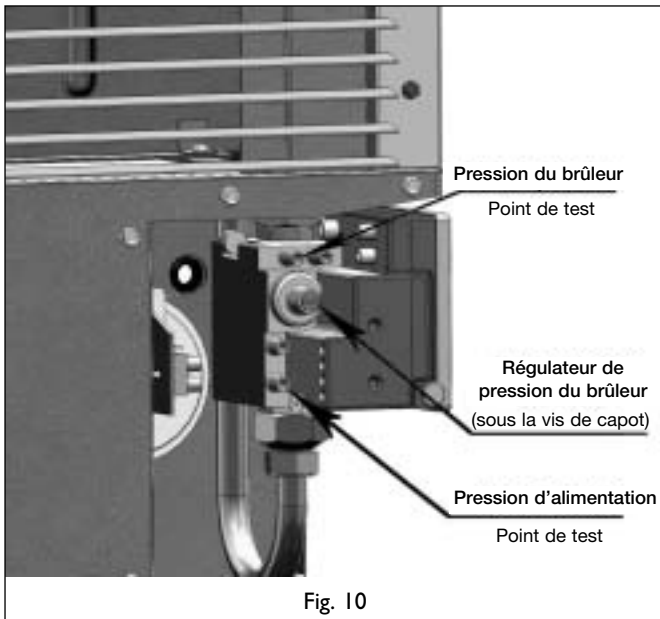

Fig. 10
- Adaptez la pression du brûleur au propane, en utilisant le point de test et la vis de réglage ; voir la fig. 10. L'annexe 3 contient la pression de gaz requise pour les différentes versions de l'appareil.
Procédez comme suit ; voir la fig. 10 :